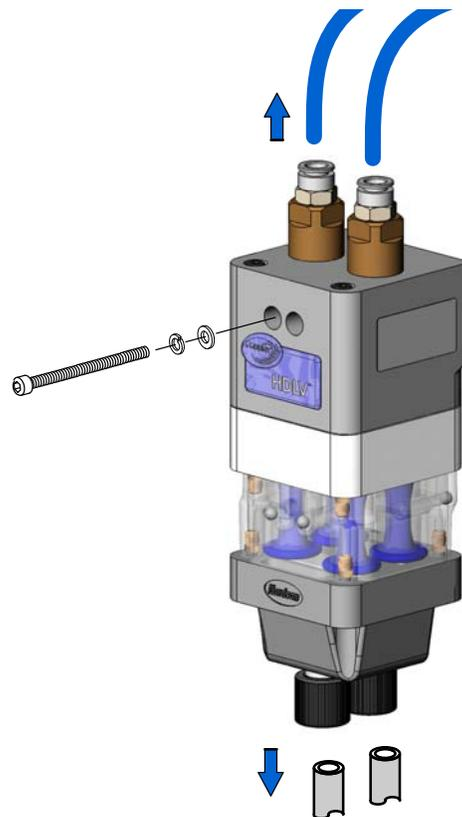

Рис. 9 Подготовка к разборке
1. См. рис. 9. Отсоединить шланги продувочного воздуха от верхней части насоса.